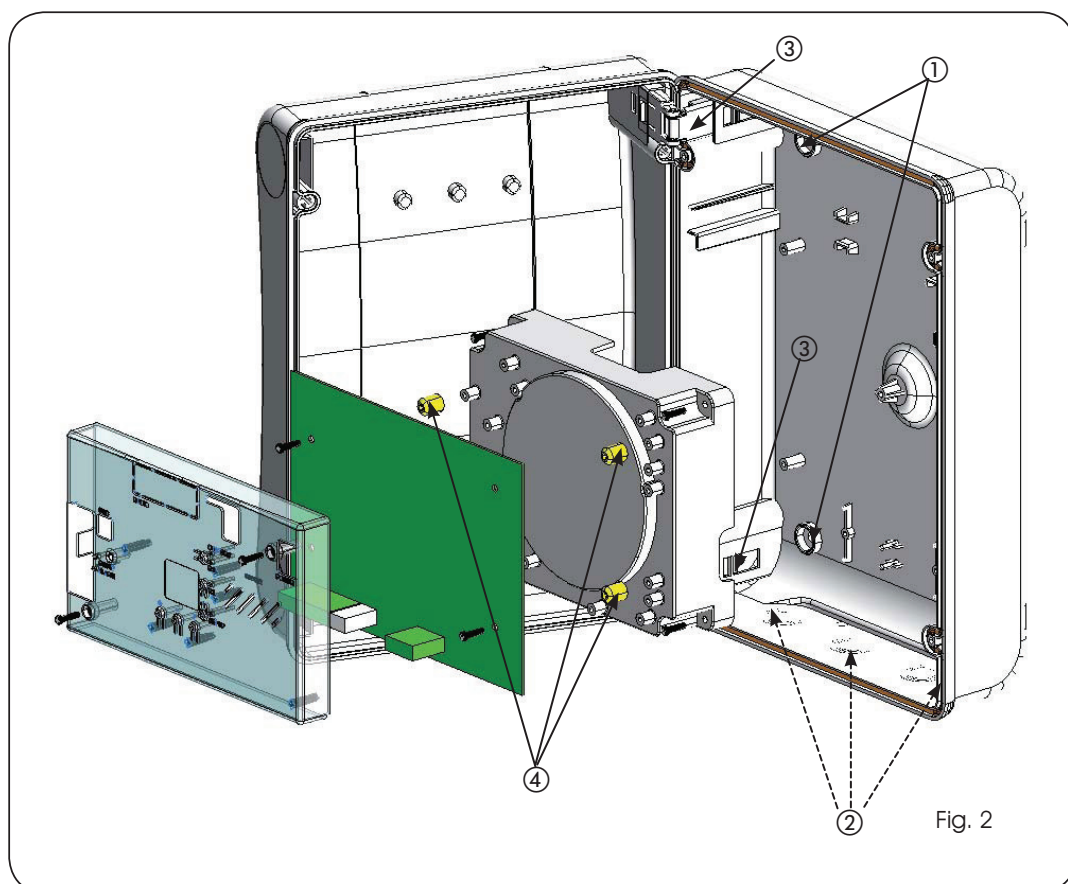
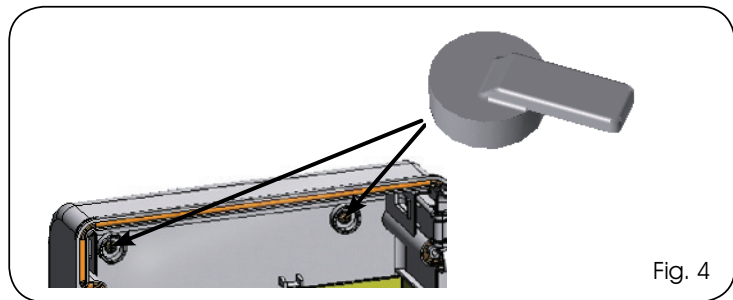

Fig. 2
Fig. 4
La Fig. 2 illustre les quatre trous de  $\varnothing 5$  mm pour la fixation murale du coffret (réf. ①), les trois dispositions pour le montage des serre-câbles M16/M20/M25 (réf. ②) et les deux charnières du couvercle (réf. ③). S'il faut extraire et repositionner la platine électronique E124, s'assurer que les 4 entretoises (réf. ④) se trouvent dans leurs supports.
Après avoir fixé le coffret dans la position choisie, couvrir les trous de fixation (réf. ① Fig. 2) et les vis utilisées avec les caches fournis d'après la Fig. 4.